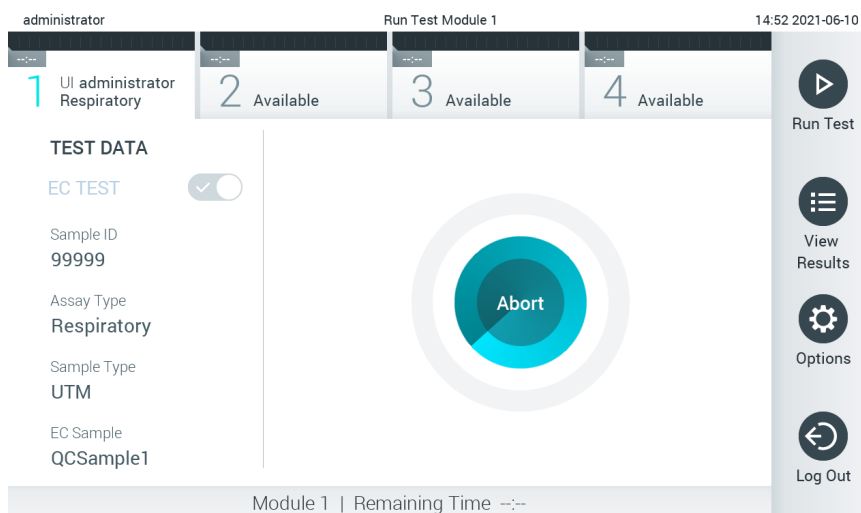

Рис. 95. Проведення тесту та відображення залишкового часу виконання.
10. Після виявлення картриджа для аналізу КВІАстат-ДКс (QIAstat-Dx) аналізатор КВІАстат-ДКс (QIAstat-Dx) 1.0 автоматично закриє кришку вхідного порту картриджа та розпочне проведення тесту. Оператору не потрібно виконувати жодних дій. Під час проведення тесту на сенсорному екрані відображається залишковий час виконання (рис. 95).